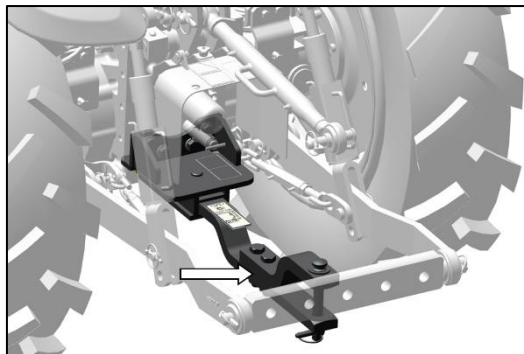

Fig. 130 - BARRE D'ATTELAGE
- Pour la traction, utilisez uniquement la barre d'attelage. N'attachez jamais au carter de pont ni à un autre point que la barre d'attelage (fig. 130).